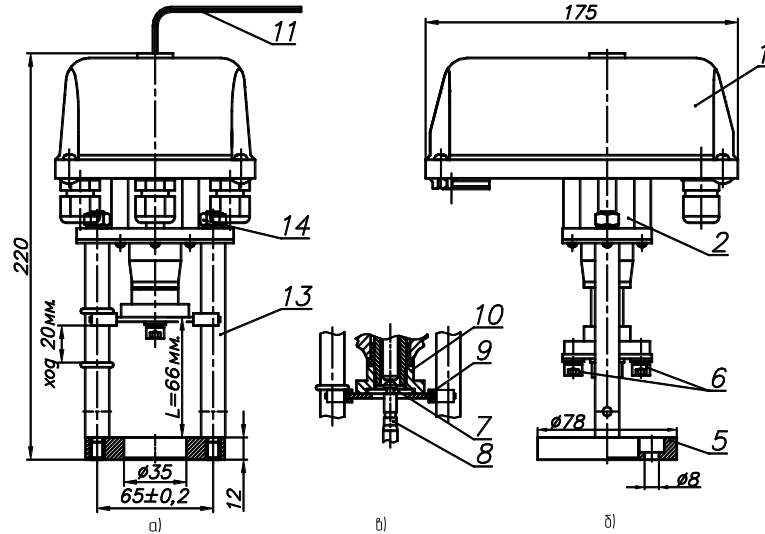
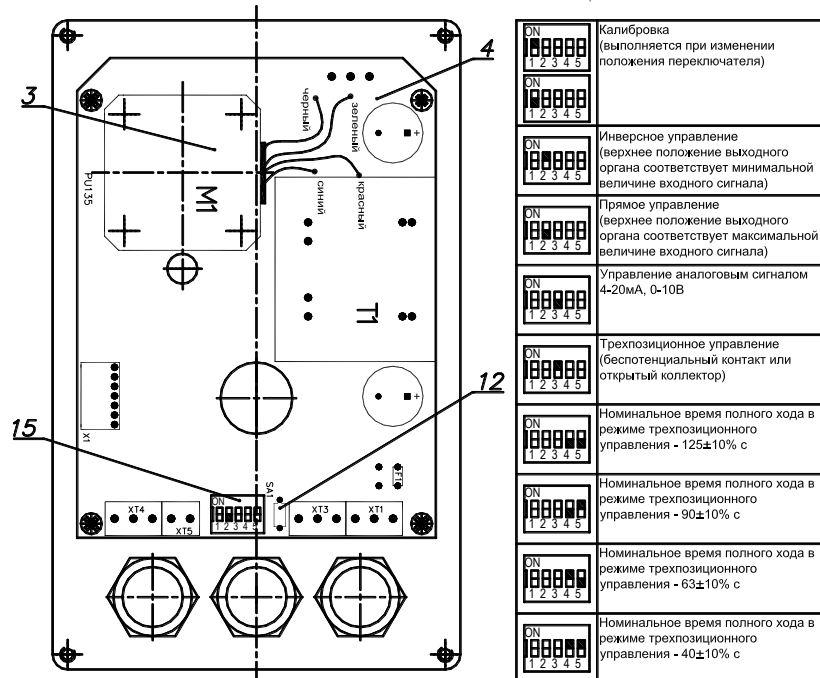

Рисунок 1 - ВЭП-138М
Рисунок 2 - Электропривод (вид при снятой крышке)
- электропривод ВЭП-138М-700 (см. рис.1 – поз.1);
- винтовая передача (см. рис.1 – поз.2).
Электропривод (см. рис.1, рис.2) выполнен на базе шагового электродвигателя 3, питание и управление которым осуществляется от платы управления 4, обеспечивающей его работу в заданном режиме (см. таблицу 3), а также его отключение при нагрузке больше усилия отключения. ЭИМ имеет три режима работы: калибровки, слежения, ручной. Индикация работы осуществляется светодиодным индикатором 12. Постоянное свечение - работа, мигание - авария.
ЭИМ выпускается откалиброванным на величину полного рабочего хода. При установке ЭИМ на регулируемую арматуру необходимо произвести его калибровку. Для перехода в данный режим необходимо изменить положение переключателя поз.15 (см. рис. 2). При этом ЭИМ, поочередно перемещаясь к обоим конечным положениям, определяет максимальный ход арматуры. При отключении питания настройки сохраняются в энергонезависимой памяти. Время калибровки 100-120с. По завершению калибровки ЭИМ переходит в режим слежения. В процессе калибровки сигнал обратной связи отсутствует.